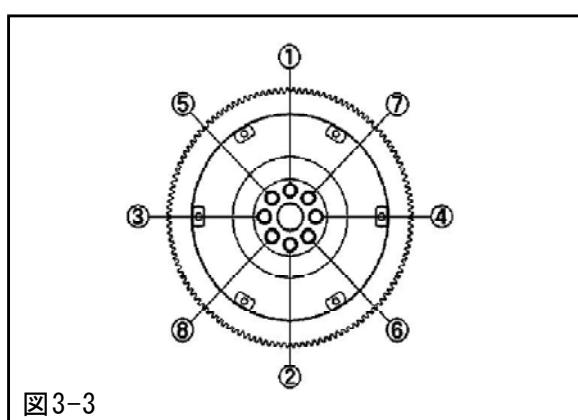

図3-3
- (3) フライホイールボルト(8本)を用いてフライホイールをクランクシャフトに取付け、対角線上(図中の番号順)に規定トルクで締付けてください。(図3-3)(P3×1, P5×8)